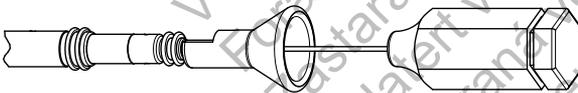

Abbildung 2. Einführen des Mandrins
3. Führen Sie den gewählten Mandrin durch den Anschlussstift oder die ggf. verwendete Mandrin-Einführhilfe ein (Abbildung 2 Einführen des Mandrins auf Seite 14).